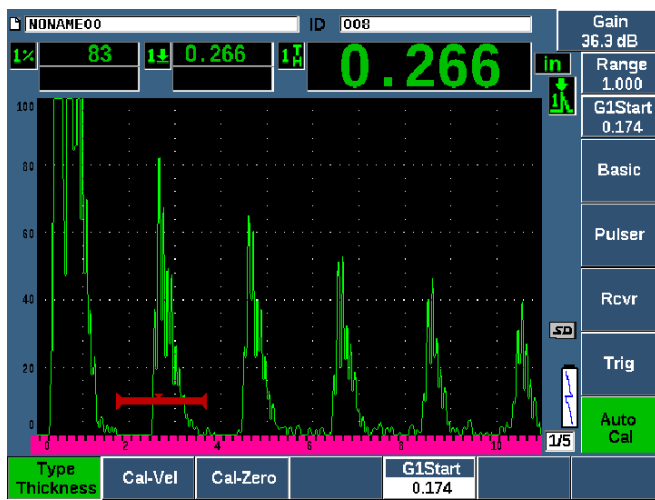

Figura 3-13 Il menu Tar. Auto.
4. Selezionare l'elemento del menu **Tar. Auto.** (Auto Cal) [vedere Figura 3-13 a pagina 86].